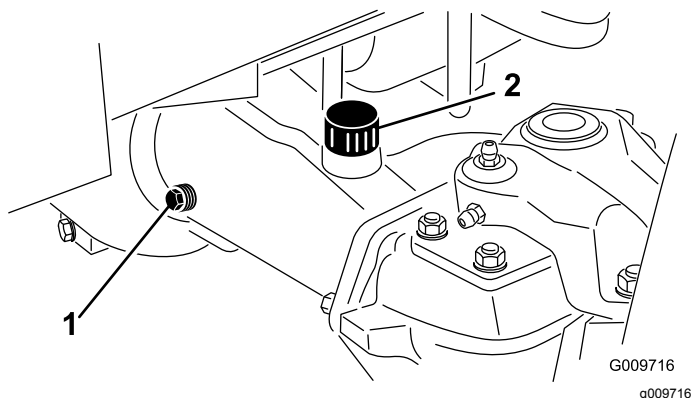

図 69
2. アクスルの一方の端部から点検用プラグ図 69を抜き、穴の高さまで潤滑油があることを確認する。
3. 量が不足の場合は、給油プラグ図 69をはずして補給する。